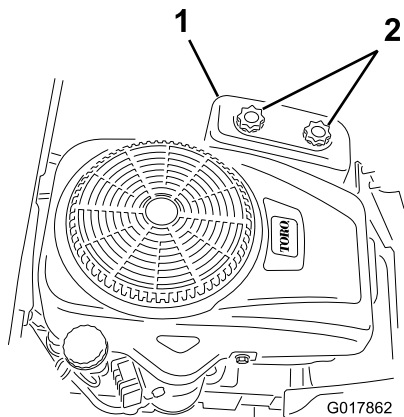

Figura 16
3. Retire la tapa del limpiador de aire desenroscando los 2 pomos (Figura 16).
4. Instale la tapa del limpiador de aire y apriete los 2 pomos (Figura 16).